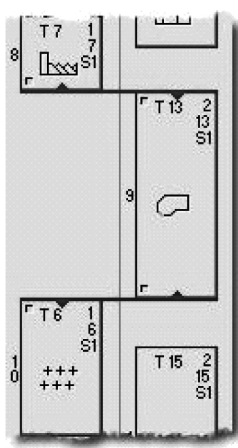

图 7-38 同步操作 2
13) 在操作 9 的结束和操作 10 的起始设置操作同步，在操作 12 的结束和操作 13 的起始设置操作同步，如图 7-38 所示。